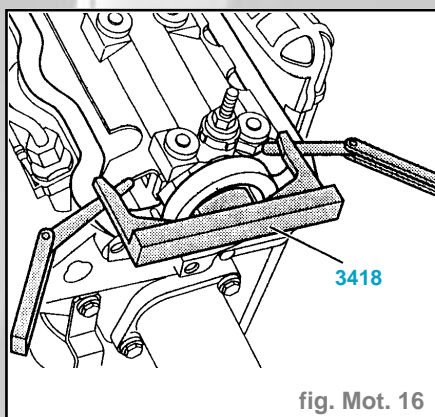

fig. Mot. 16
- Freiner l'arbre à cames avec la règle de réglage **3418** (fig. mot. 16).